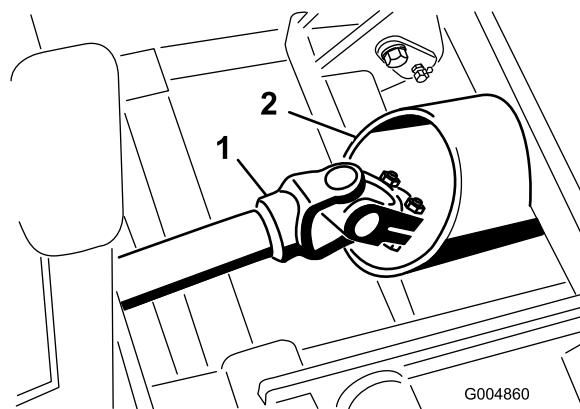

Figure 34
4. Roulez le châssis d'hiver en position avec précaution tout en passant l'arbre d'entraînement par le tube du châssis (Figure 34).